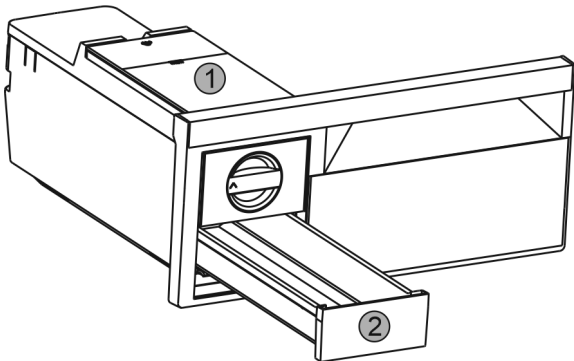

Fig. 47
- ▶ Vyměňte nádržku na vodu Fig. 47 (1) a zásuvku na kostky ledu Fig. 47 (2).